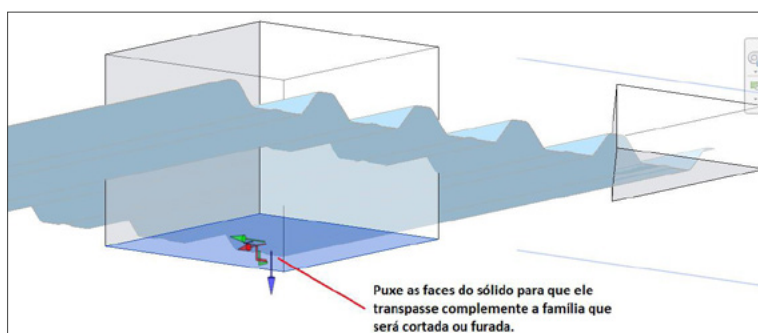

Figura 61 – Ajuste dos sólidos usados para cortar ou furar a família.
11. Cheque se todos os sólidos estão transpassando completamente a família a ser cortada ou furada. Se não estiverem, clique nas faces dos sólidos e use a tríade (setas de direção) para puxar as faces dos sólidos (Figura 61);